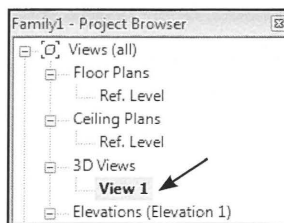
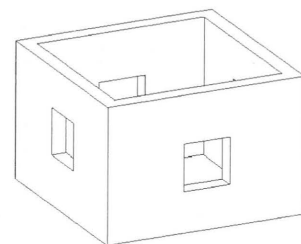

Fig. 04.92. Project Browser.
Fig. 04.93. 3D.
- Stå i 3D i *Project Browseren* (Fig. 04.92 - Fig. 04.93).